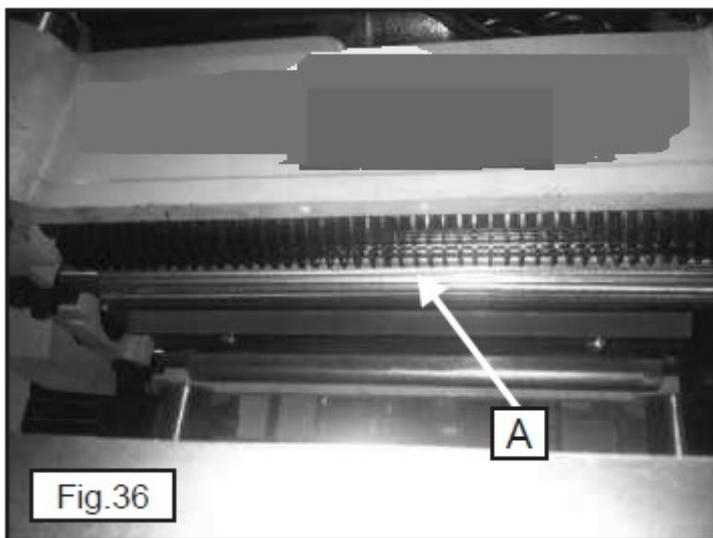

Рис. 36
При осмотре и очистке противоотбрасывающих пальцев необходимо отключить станок от источника электропитания. На подающей стороне рейсмусового станка предусмотрен комплект противоотбрасывающих пальцев (A), рис. 36. Эти пальцы работают под собственным весом и не требуют регулировки. Однако периодически их следует проверять на наличие смолы и правильность их перемещения и работы.